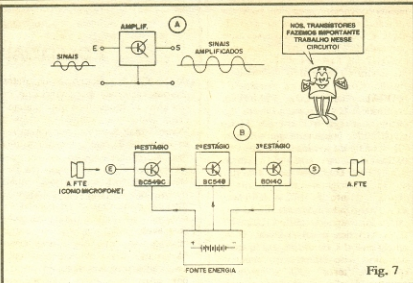
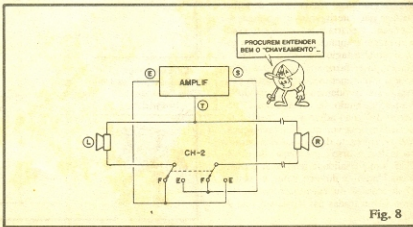

Fig. 7
Fig. 8
- FIG. 7-A - Todo o funcionamento do INTERCOMUNICADOR é baseado na ação de um importante componente, o TRANSÍSTOR, cuja estrutura semicondutora (feita, portanto, com os mesmos materiais usados nos DIODOS, porém em arranjo mais complexo, conforme veremos no futuro...) permite a **amplificação** dos sinais elétricos (pequeníssimas variações de tensão, relativamente rápidas, e que correspondem às variações de pressão do ar - som - devidamente "traduzidas" pelo alto-falante, usado como microfone no circuito). Em tese, um transistor "pega" esse sinal elétrico muito fraco e - uma vez devidamente energizado (por pilhas, bateria, etc.) e polarizado, "reforça" grandemente o sinal, apresentando-o, em sua saída, com idêntico formato e frequência (forma de onda e "velocidade" das variações...) porém com uma amplitude bem maior!
- FIG. 7-B - No circuito do INTERCOMUNICADOR usamos, por
- FIG. 8 - Todo o "truque" de funcionamento e simplificação do circuito do INTERCOMUNICADOR reside na "economia" obtida graças a um chaveamento simples! Normalmente, para que pudéssemos falar de "lá pra cá" e "daqui pra lá", seriam necessários **dois** sistemas completos, idênticos ao mostrado na fig. 7-B, porém, graças a providencial habilidade que os alto-falantes têm de "virar" microfone, fun-
cionando literalmente "ao contrário" na sua conversão energética, podemos utilizar um **único** sistema de amplificação e também um **único** transdutor (em cada estação)! A chave comutadora CH-2 faz **todo** o trabalho, conforme ilustra claramente o diagrama da fig. 8... Com a chave na posição "P" (LOCAL "fala" para REMOTO), conforme está na figura, o falante "L" encontra-se ligado à entrada (E) do amplificador, enquanto que o falante "R" está ligado à saída (S) do dito amplificador. Já com a chave na posição "E" (REMOTO "fala" para LOCAL), contrária a originalmente mostrada na figura, o falante "R" (REMOTO) passa a estar ligado à entrada (E) do amplificador, enquanto que o falante "L" (LOCAL) fica ligado à saída (S) do amplificador! Como uma das ligações dos dois alto-falantes é "comum" (ponto de "terra" - "T" - ligado ao **negativo** da alimentação...), economizamos também na própria cabagem entre as estações, reduzindo-a a apenas **dois** fios do cabo "paralelo" indicado! Notar ainda que, para efeitos puramente elétricos, não faz diferença que o falante REMOTO ("R") esteja "lá longe", afastado por duas dezenas de metros de fio (é lógico que isso "embute" capacitâncias e resistências "invisíveis", geradas pelo próprio cabo longo paralelo, como "Gremilins" são dominados, no circuito do INTERCOMUNICADOR, que pode "desprezá-los" até certo ponto...).